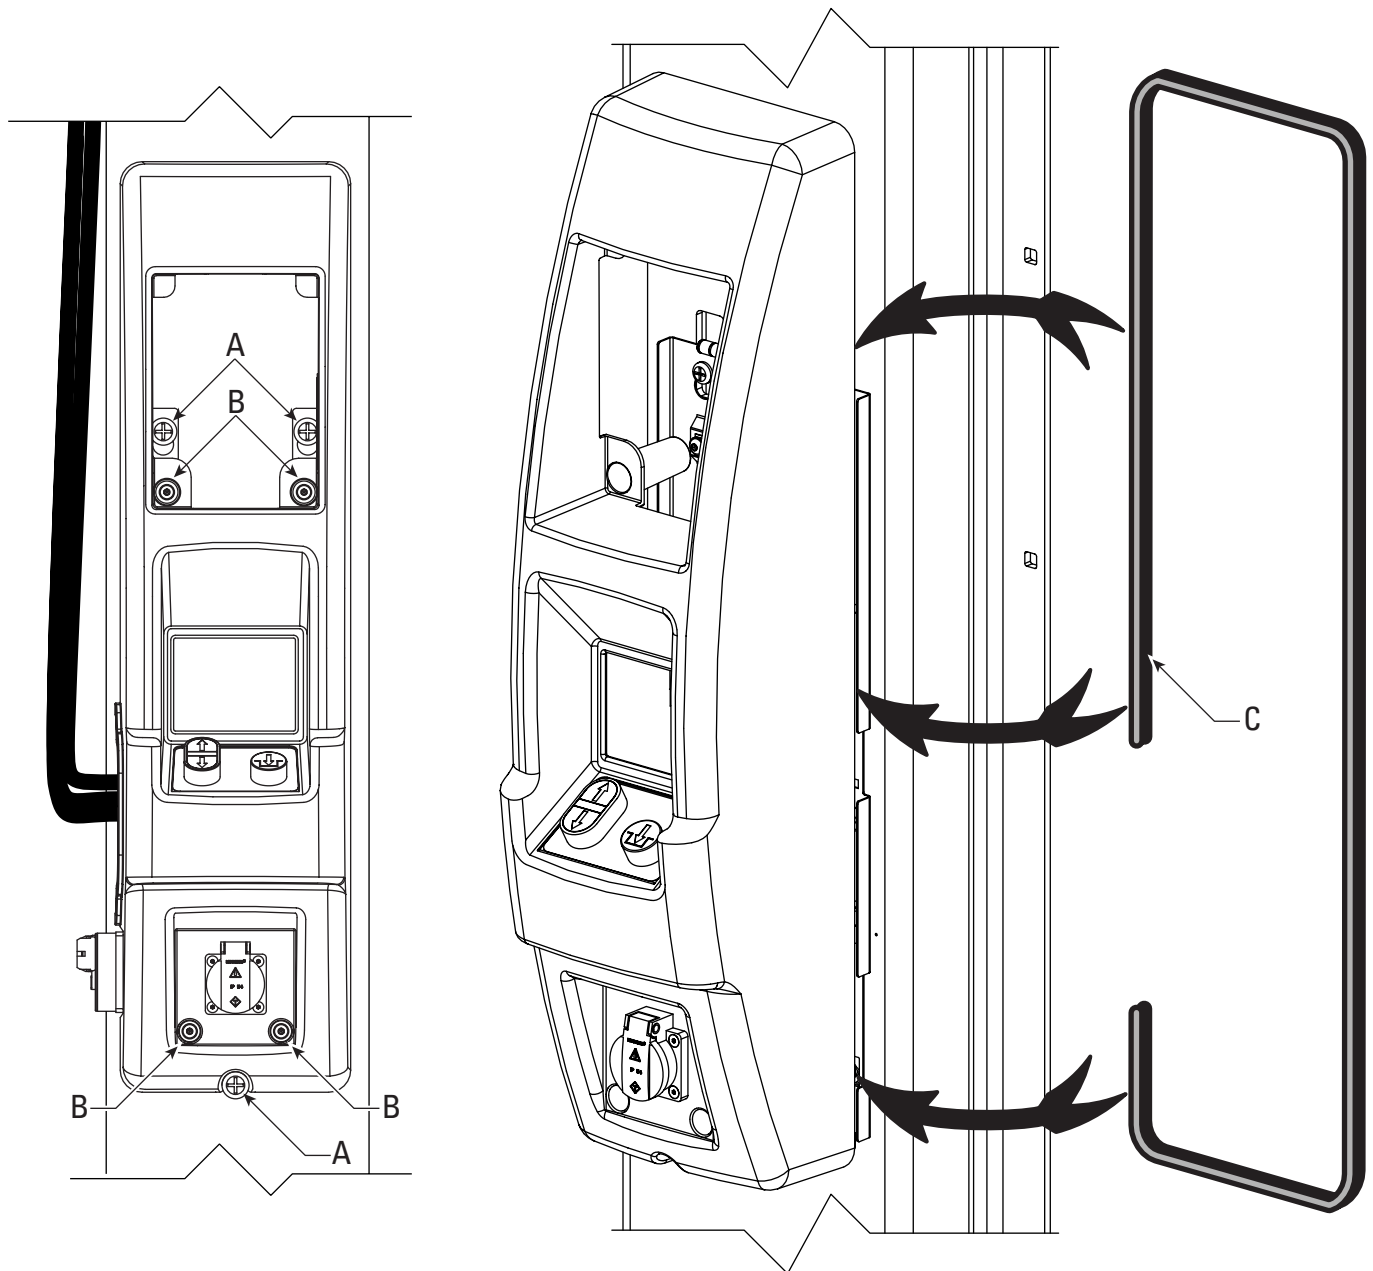

Fig. 33
- A) Para instalar una junta en el lado del control principal, ubique los (4) BHCS 5/16"-18NCx3/8" que sujetan el armario negro y aflójelos 3 ó 4 vueltas, Fig. 33. Afloje también los (2) PHMS superiores y el (1) PHMS inferior 5/16"-18NCx3/8" que sujetan la unidad de control a la columna. Coloque la junta detrás del armario principal y apriete los tornillos, Fig. 33. Apriete los tornillos de montaje hasta que la junta quede bien apretada a la columna. No apriete excesivamente.